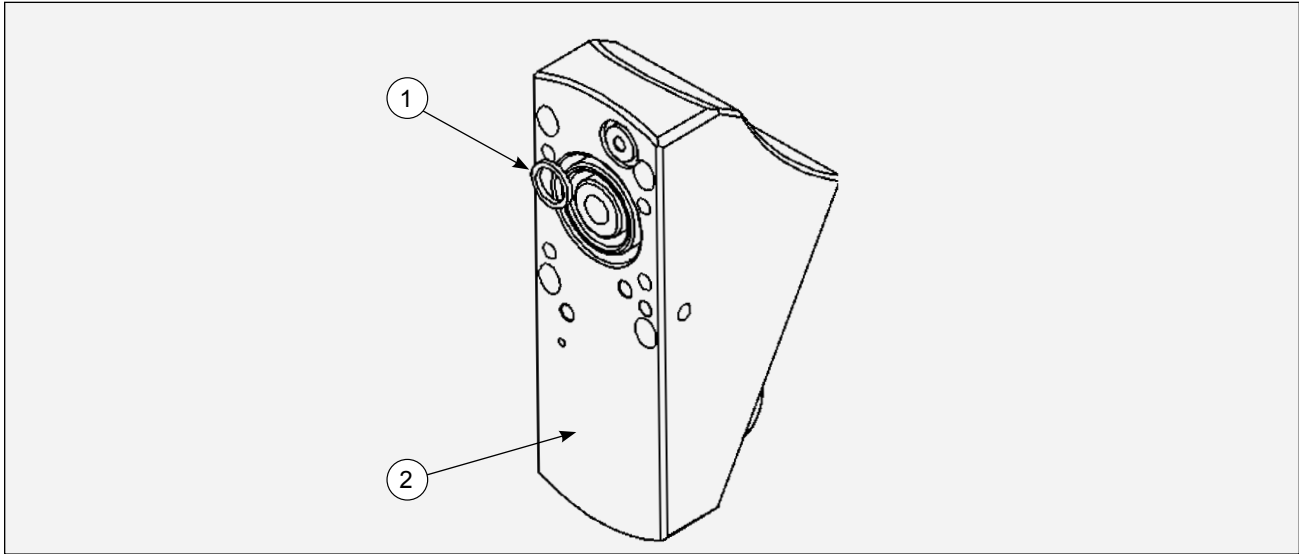

Figura 28: Cabezal único de 60°
**CABEZAL ÚNICO DE 60 ° 80423-00 - LISTA DE PIEZAS (Figura 28)**